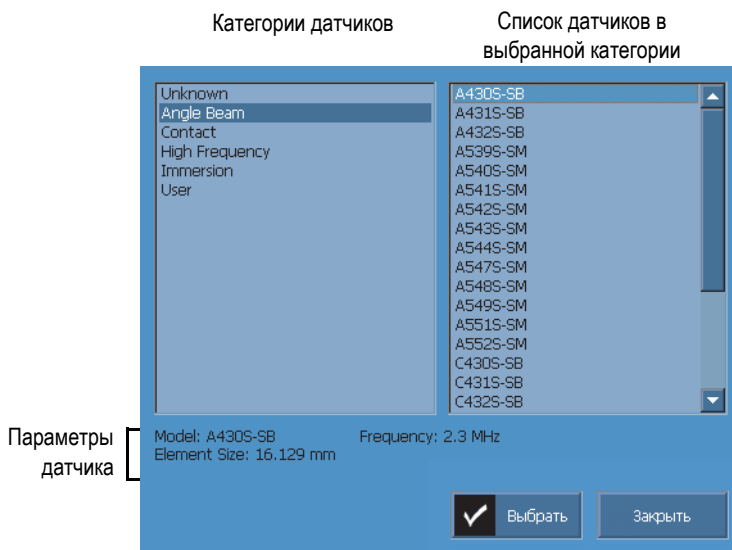

Рис. 4-2 Диалоговое окно выбора датчика
4. Нажмите **Датчик**, чтобы выбрать датчик из предустановленного списка (см. Рис. 4-2 на стр. 97):